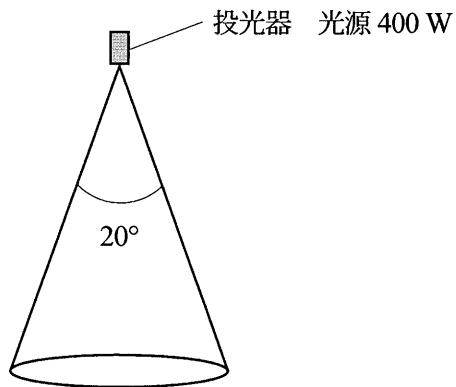

図 1
- 1) 400 W の光源を取り付けた投光器がある。図 1 に示すように、平面頂角 20° の円錐範囲内に全光束が投射されるとすると、その平均光度は $\boxed{A \boxed{a.b}} \times 10^4$ [cd] と求まる。ただし、光源の発光効率を 20 lm/W 、器具の効率を 80% とし、 $\cos 10^\circ = 0.9848$ とする。なお、半頂角 θ の円錐の立体角 ω は $\omega = 2\pi(1 - \cos \theta)$ で表される。